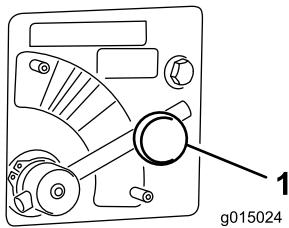

图33
1. 松开用于固定转盘阀控制杆的旋钮 (图33)。
2. 转动甩盘阀控制杆，使其指向想要的颜色（图33）。
将转盘阀控制杆移到蓝色区域（最大速度）（图33）。控制杆已顺时针转到极限，此时控制杆应该处于水平位置。